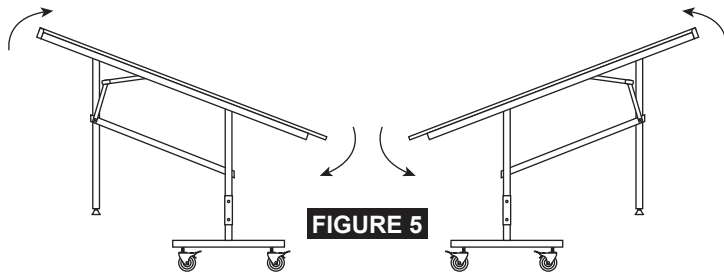

FIGURE 5
2. Pliez chaque moitié de table comme illustré dans la **FIGURE 5**.